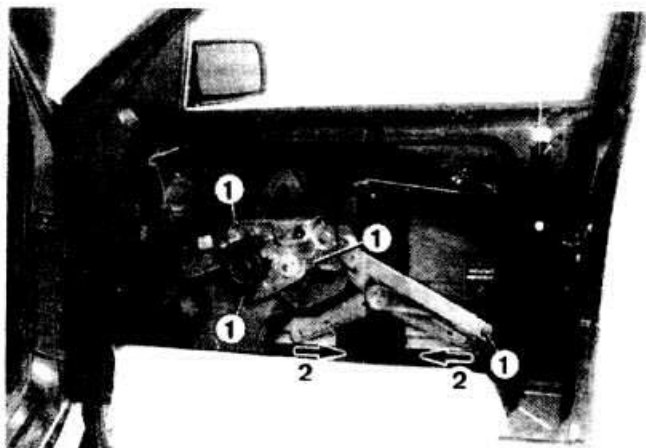

Рис. 15-14. Заклепки 1 крепления стеклоподъемника к двери и зажимы 2 крепления опускающего стекла к стеклоподъемнику автомобилей с кузовом седан
- Отжать зажимы 2 (рис. 15-14) крепления стекла к рычагам стеклоподъемника.
- Дрелью со сверлом диаметром 6 мм высверлить четыре заклепки 1 (рис. 15-14) или 2 (рис. 15-15) крепления стеклоподъемника.